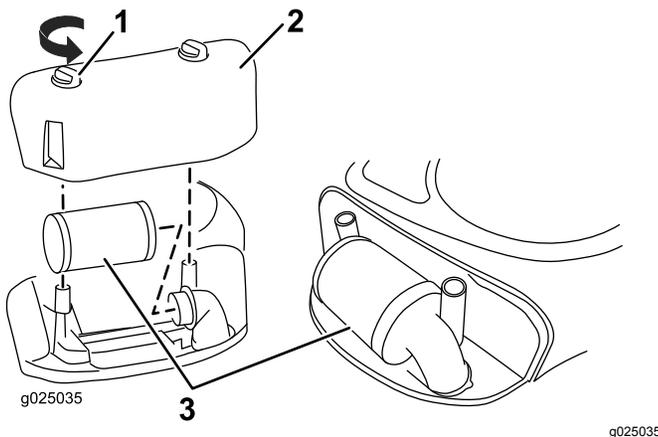

Figura 21
2. Gire los pomos a la posición de Desbloqueado (Figura 21).
4. Para retirar el filtro, levante el extremo del filtro (Figura 21).
2. Instale la tapa del filtro de aire y los pomos (Figura 21).